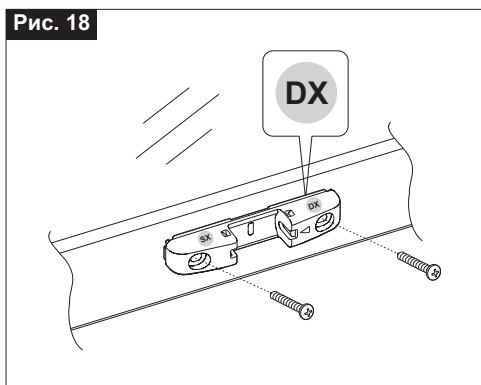

Рис. 19
- 6) **Рис. 19-** Кронштейн для крепления электропривода также расположите по центру линии, используя специальную метку (Поз. 1);